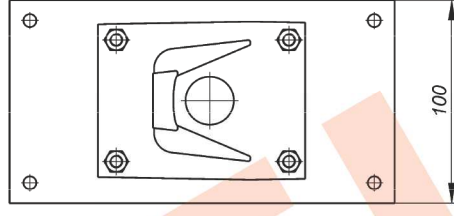

Рис.3 Монтаж кронштейна ТБ-3 на опору (круглую или квадратную)
1. Кронштейн КС-1 для крепления IP-видеокамеры ТВК-97 IP на опоры \varnothing ; $\square = 115\pm 135$ мм (другой размер - под заказ). Монтаж кронштейна см. рис.3;